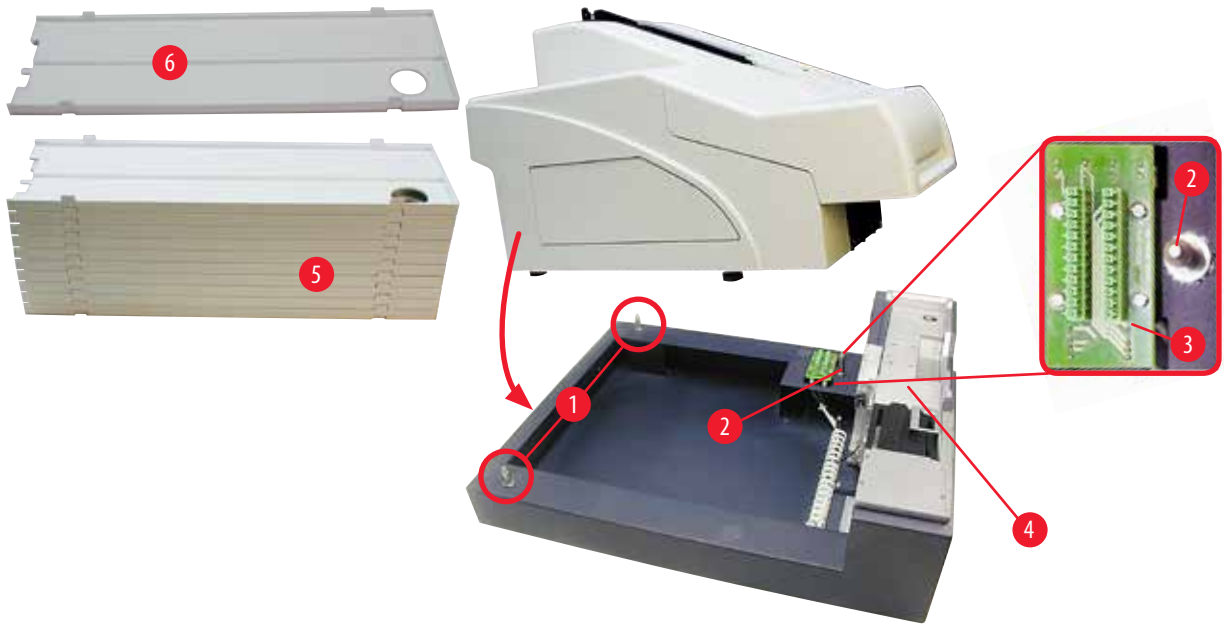

图 12
3. 握住打印机的两侧(左侧和右侧)，先使打印机两颗后侧螺栓(→"图 12-1")恰好卡入底板中，如(→"图 12")所示。